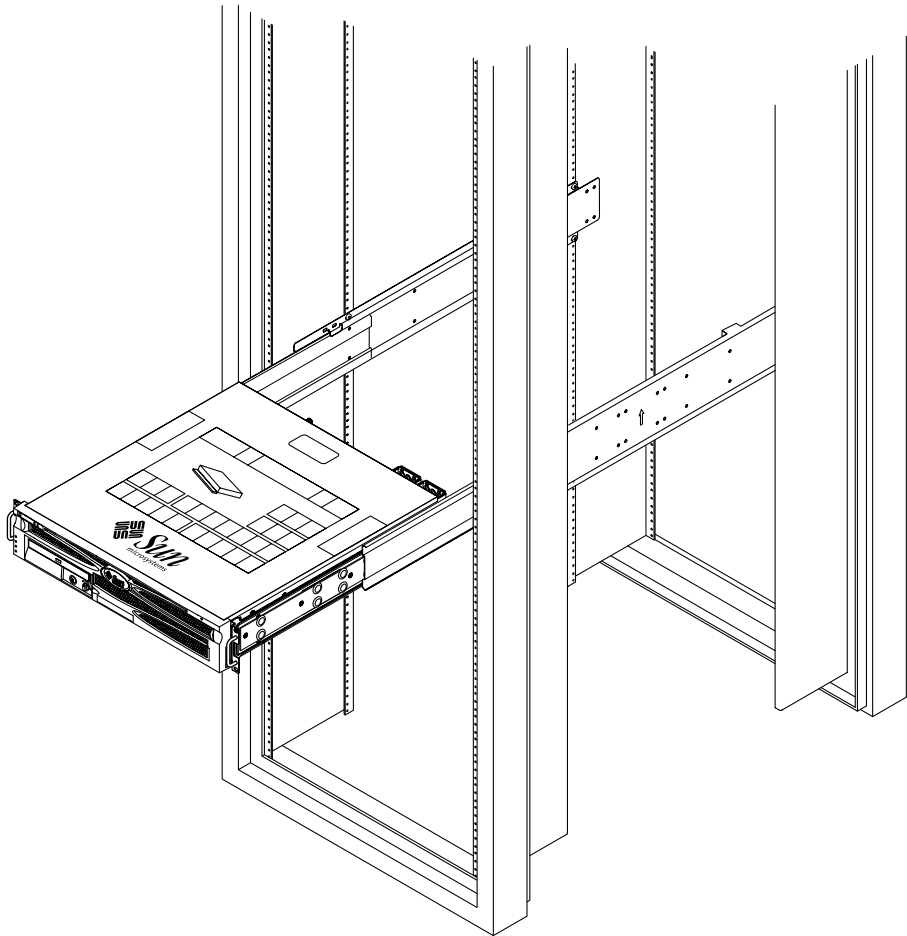

ABBILDUNG 3-12 Einschieben des Systems in das Rack
14. Drücken Sie die Schienenknöpfe ein und schieben Sie das System vollständig in das Rackgehäuse (ABBILDUNG 3-12).